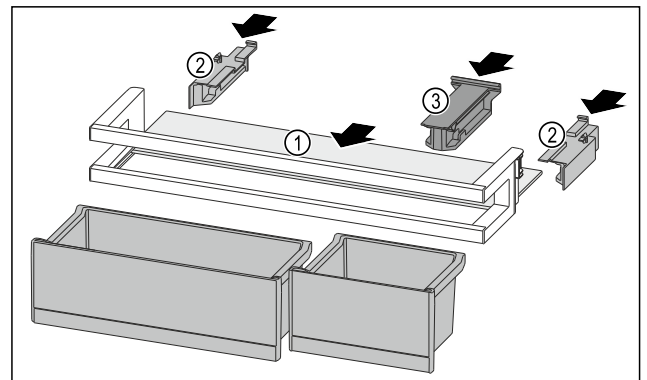

Fig. 119
- ▶ Abstellfläche Fig. 119 (1) in die seitlichen Aussparungen einschieben.
- ▶ Seitenteile Fig. 119 (2) einsetzen.
- ▶ Halteteil Fig. 119 (3) einsetzen.